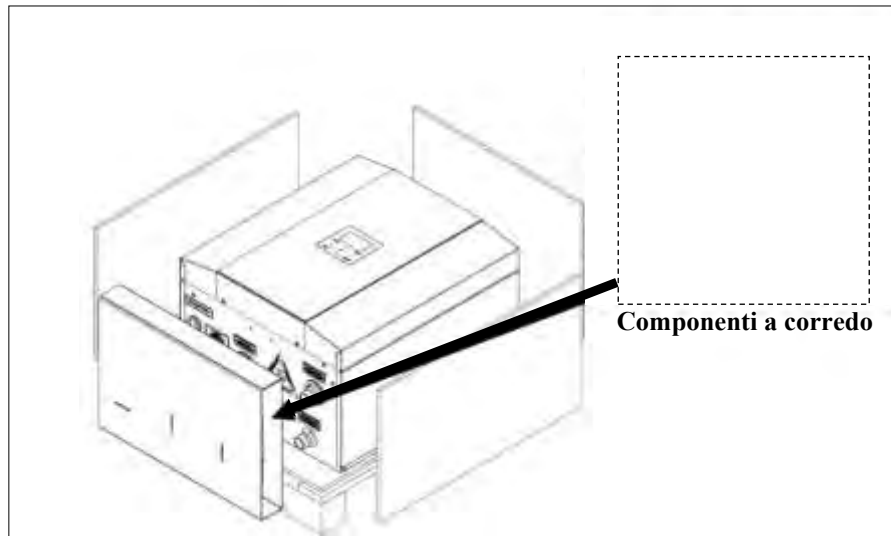

Figura 3 – componenti a corredo
- Rimuovere gli imballi dell'unità esterna (1, 2, 3, 4) del modulo interno come mostrato in Figura 3 e 3A.